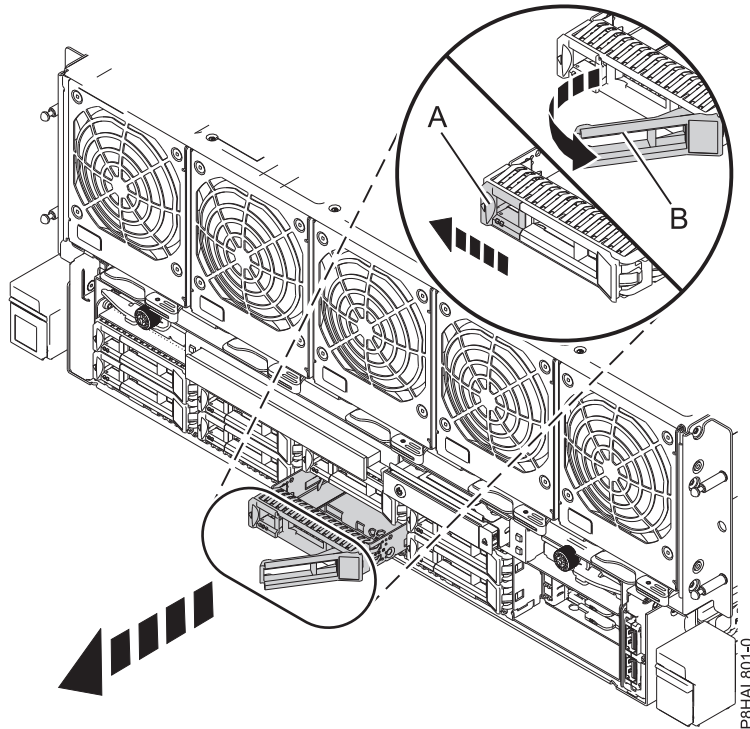

Figura 17. Extracción de una unidad de disco del sistema 8408-44E o 8408-E8E
3. Desbloquee el asa de la unidad (**B**) presionando el pestillo del asa (**A**) y tirando de él hacia usted, como se muestra en Figura 17 en la página 29. Si el asa no está extendida del todo, la unidad de estado sólido no se puede deslizar hacia fuera del sistema.